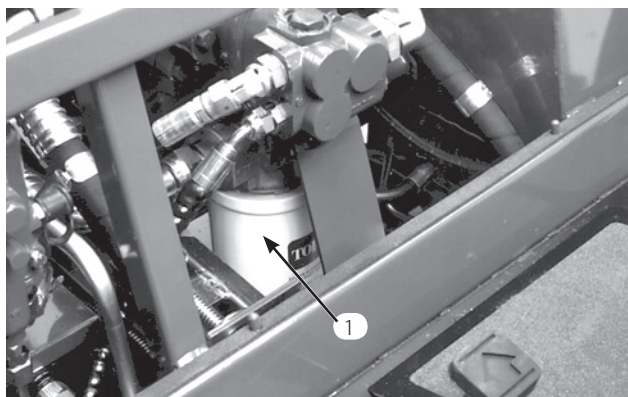

図 43
2. フィルタ容器周辺をウェスできれいにぬぐう (図43)。フィルタの下に廃油受けを置いてフィルタを外す。